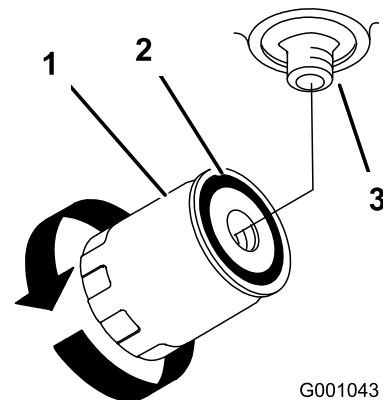

Figura 78
7. Aplique una capa fina a la junta de goma del filtro nuevo (Figura 78).
9. Llene el depósito de aceite hidráulico con aceite hidráulico hasta que éste rebose por encima del filtro, gire el filtro en el sentido de las agujas del reloj hasta que la junta de goma entre en contacto con el adaptador del filtro, luego apriete el filtro media vuelta más (Figura 78).